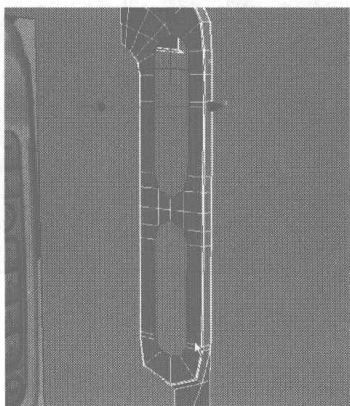
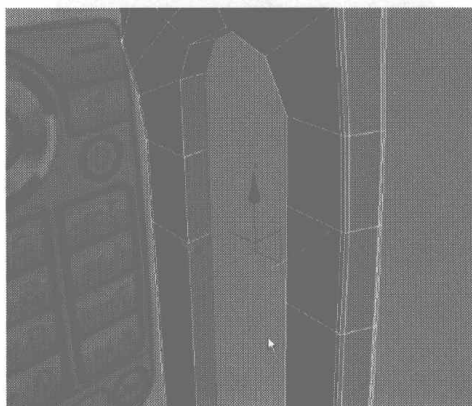

图 4.437
图 4.438
- 19** 切换为曲线编辑, 选择如图 4.437 所示的曲线, 在按住 Shift 键的同时沿 X 轴向内拉伸曲线, 如图 4.438 所示。